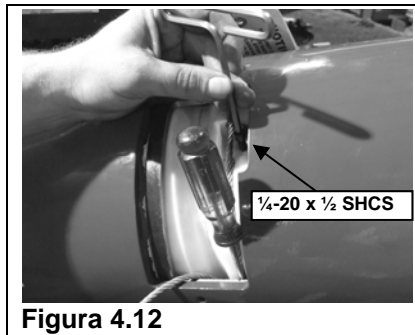

Figura 4.12
- Paso 16. Vuelva a instalar los tornillos de cabeza hueca de 1/4-20 x 1/2 SHCS (si los había extraído) en la bobina del compensador sobre el vástago esférico. (Ver Figura 4.12)